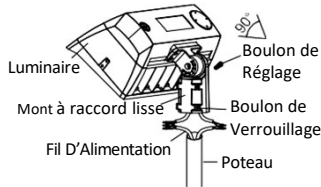

Figure 13
- Desserrez les quatre boulons du support. Reliez les fils conformément au schéma de câblage. Poussez l'excédent de câblage dans le poteau. **Reportez-vous à la Figure 13.**